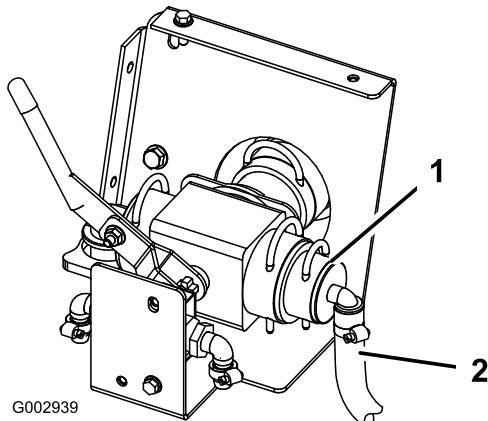

Bild 21
21. Schließen Sie den 3/4 Zoll Schlauch an das Steuerventil an, das zur Fahrzeuvorderseite zeigt (Bild 21).